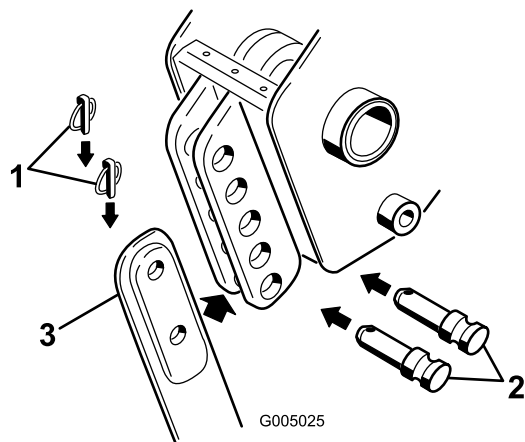

Figura 4
3. Rimuovete i due perni a scatto dai cavallotti con perno inseriti nella staffa della lama, quindi rimuovete i cavallotti con perno (Figura 4) e la lama (se installata).
7,6 cm) utilizzando i cavallotti con perno e i perni a scatto precedentemente rimossi (Figura 4).
2. Rimuovete il perno a scatto inferiore e il cavallotto con perno che fissa la lama all'interratore (per rimuovere completamente la lama, estraete i perni a scatto e i cavallotti con perno inferiori e superiori) (Figura 4).